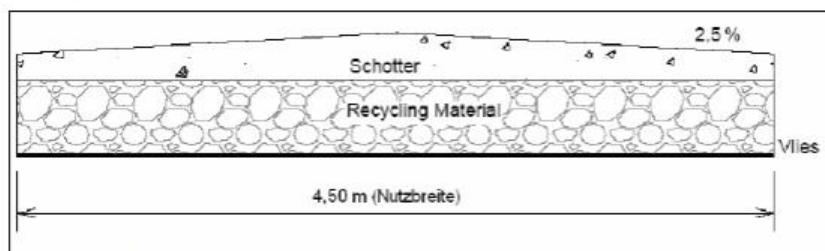

Abbildung 1 Beispielaufbau der Zuwegung
1. Auf dem Erdreich ist eine ca. 0,3 m starke Sandschicht aufzubringen und zu verdichten (keine Darstellung in Abbildung 1).